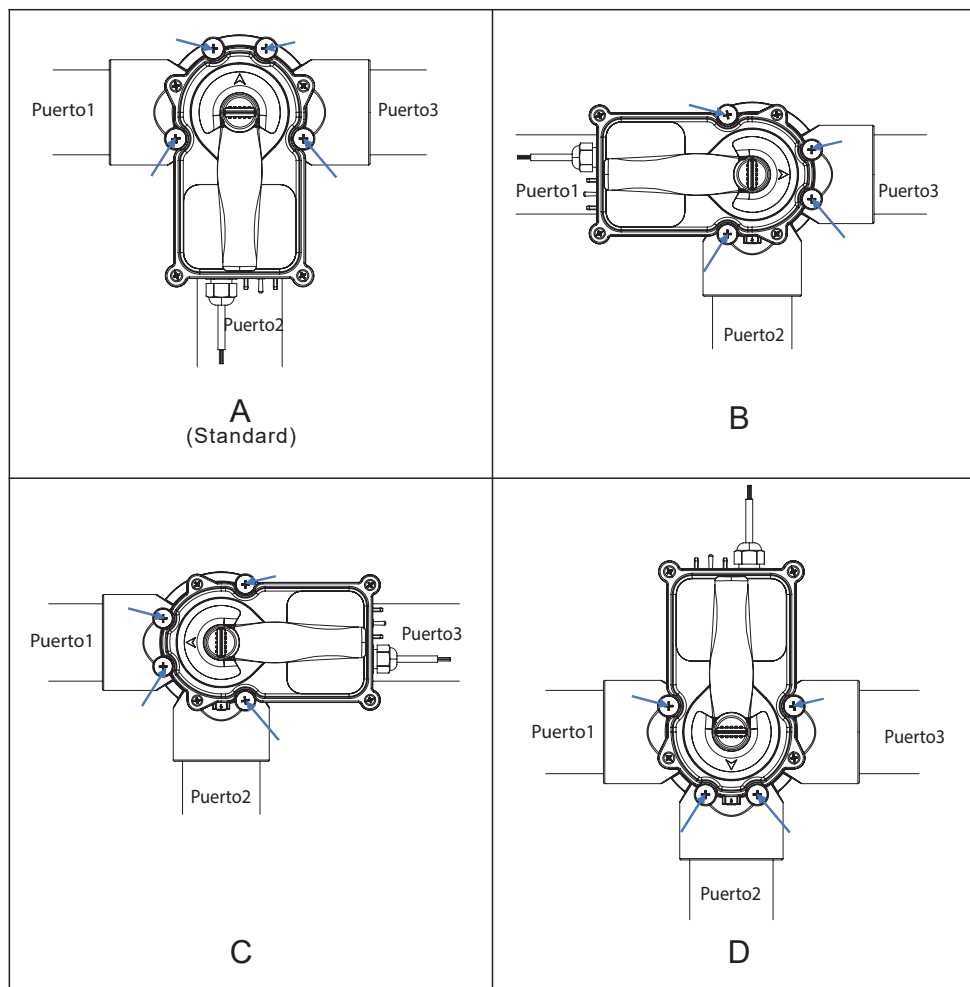

Fig.1 4 diferentes posiciones para montar el actuador con la válvula de 3 vías.
2. Refiérase a la Fig. 1 para determinar que tornillos remover.